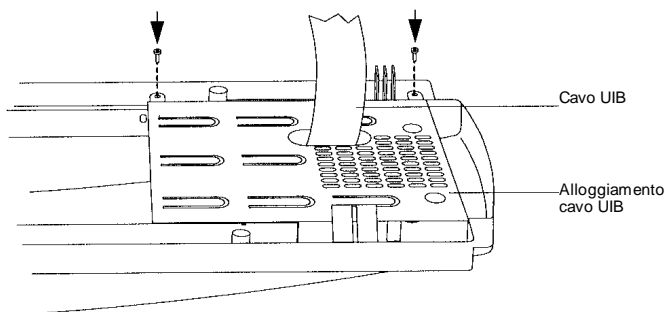

Figura 4-12 Rimozione dell'alloggiamento del cavo UIB
5. Appoggiare l'alloggiamento del cavo UIB sulla scheda di interfaccia utente e bloccarlo con due viti (vedere Figura 4-12 a pag. 4-18).